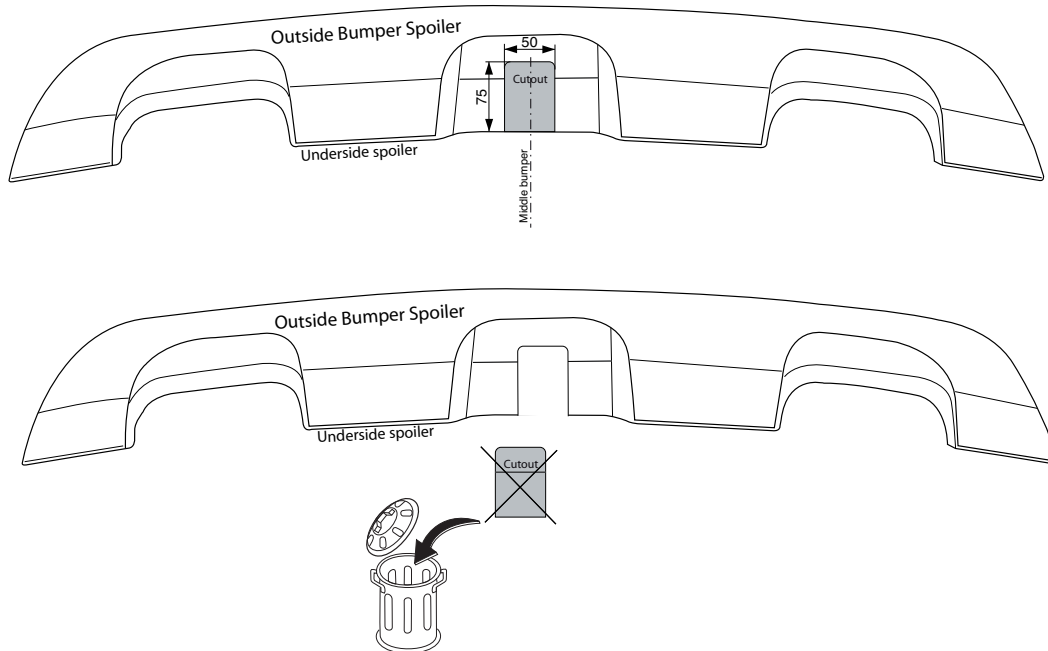

Fig. 2
4. Zaag een deel overeenkomstig fig. 2 uit spoiler.
4. Saw out a portion of the spoiler as shown in figs. 2.
4. Den angegebenen Teil gemäß Abb. 2 dem Spoiler herauserschneiden.
4. Découper un morceau du spoiler conformément aux fig. 2.
4. Säg ut en del enligt fig. 2 spoilern.
4. Sav et stykke ud af spoileren ifølge fig. 2 .